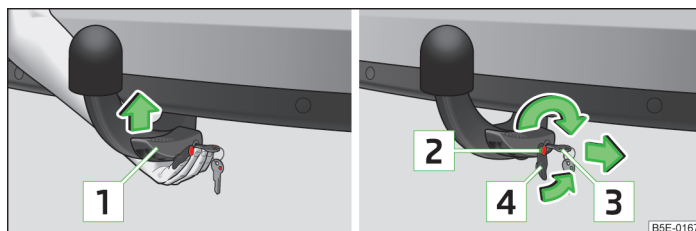

Fig. 148 Introducerea tijei cuplei / încuierea și așezarea capacului încuietorii
- > Prindeți tija cuplei **de jos** » fig. 148 și introduceți-o în locașul de fixare până când se fixează cu zgomot » **!**
Maneta **1** » fig. 148 se rotește **automat** în sus, iar bolțul de desfacere **2** iese în exterior (atât partea lui roșie, cât și cea verde sunt vizibile) » **!**
- > Introduceți capacul **4** » fig. 148 pe încuietoare, în sensul săgeții » **!**